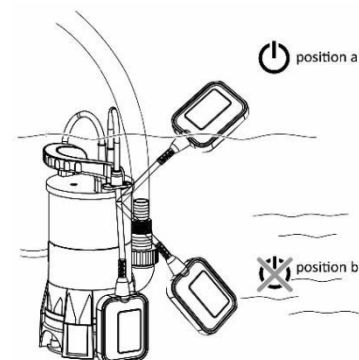

Рис. 9
1. Вставьте вилку сетевого шнура в розетку. Устройство будет включено, когда поплавковый выключатель (4) будет расположен выше установленной или максимальной высоты включения (Рис.9, позиция а).
2. Устройство выключится, как только поплавковый выключатель (4) достигнет установленной или минимальной высоты отключения (Рис. 9, позиция б).